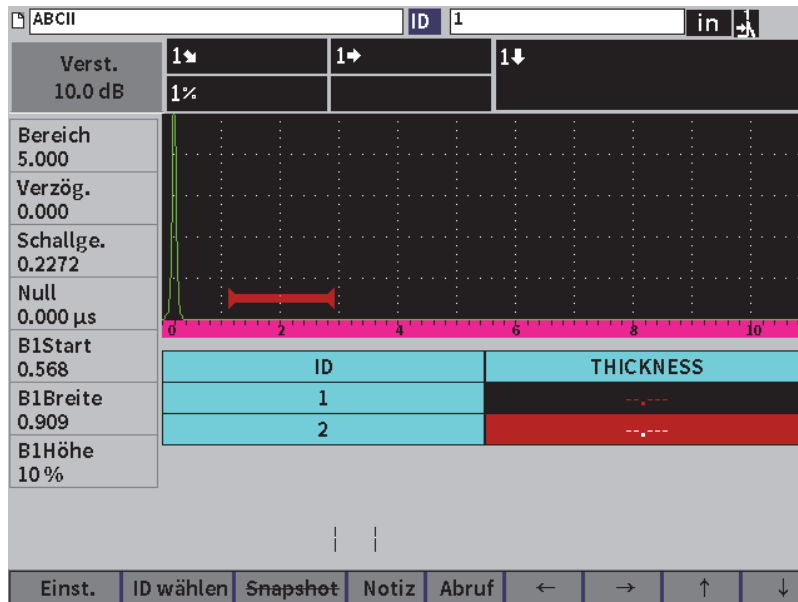

Abbildung 9-27 Rastersteuerungen in einer gespeicherten Datei
5. Drücken Sie Tab, um zur Schaltfläche **ID auswählen** zu gelangen, um eine spezifische ID zu Ansicht hervorzuheben und auszuwählen (siehe Abbildung 9-27 auf Seite 159).